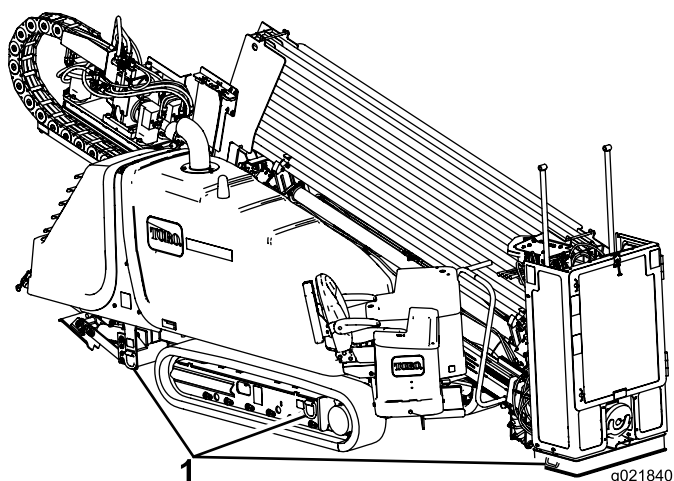

Figura 71
8. Utilice cadenas y tensores con suficiente capacidad para amarrar la máquina al remolque usando los anillos de los bastidores de las orugas y la placa de sujeción (Figura 71).